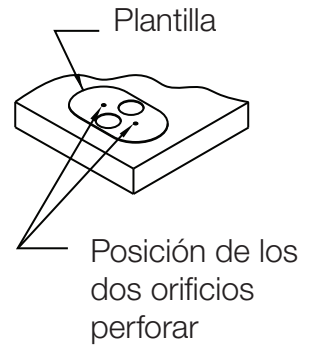

Figura 1
1. Coloque la plantilla en la posición deseada en la superficie de trabajo. Verifique que no haya estructura de soporte o gavetas debajo de esta área. Taladre el primer orificio guía de 1/8", inserte un pasador de 1/8" (una clavo # 8 funciona bien) en el orificio para que la plantilla no se mueva y taladre el segundo orificio (Figura 1).